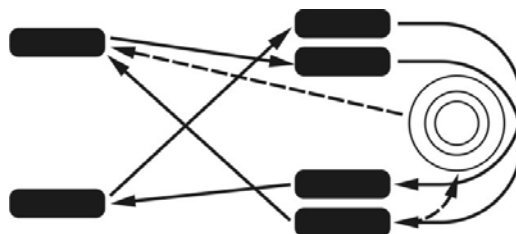

Рис. 9.9. Схема перестановки шин
- перестановку шин (рис. 9.9) следует производить по необходимости. Основанием для перестановки шин могут служить необходимость получения равномерного износа всех шин, в том числе и запасной, а также обеспечение правильного подбора шин по осям. На оси следует устанавливать шины, имеющие одинаковый износ протектора, причём более надёжные шины следует устанавливать на переднюю ось автомобиля.